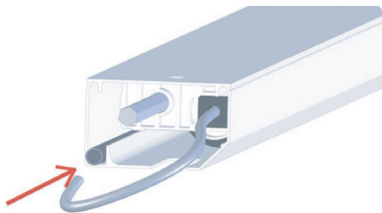

Fig. 19
- passare il cavo elettrico nell'apposito tubo in PVC (vedere immagine Fig. 19).